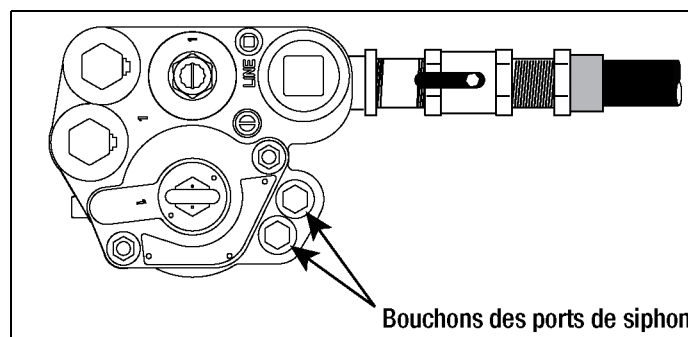

Figure 14. Repérage des bouchons de port de siphon
2. Retirez l'un des bouchons de port de siphon de la PTS (voir Figure 14).